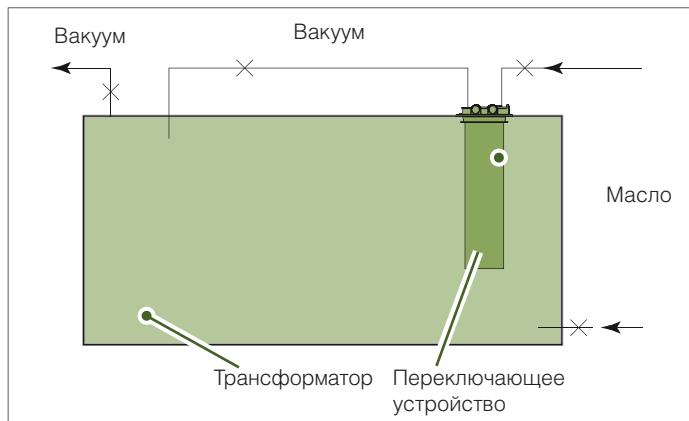

Рис. 29. Обзор системы заливки масла в условиях вакуума
1. Соедините маслорасширитель трансформатора и маслорасширитель устройства РПН, см. рис. 29.